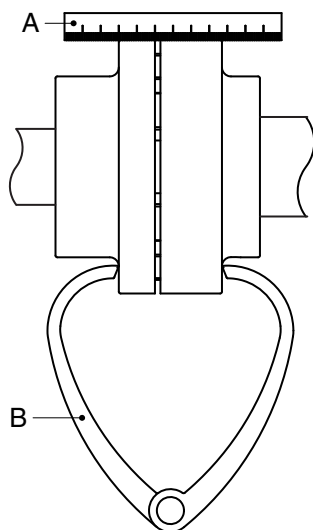

Figura 3: Allineamento del giunto d'accoppiamento mediante un regolo e un compasso di spessore esterno.
- 1 Posizionare un regolo (A) sul giunto di accoppiamento. Il regolo deve toccare le due parti del giunto su tutta la lunghezza. Consultare il figura 3. A tal fine, controllare 3 punti attorno all'accoppiamento.
- 2 Verificare che non vi sia una possibile deviazione angolare usando un compasso di spessore (B) su due (2) punti opposti diametralmente opposti delle superfici laterali delle due parti del giunto d'accoppiamento. Consultare il figura 3. A tal fine, controllare 3 punti attorno all'accoppiamento.